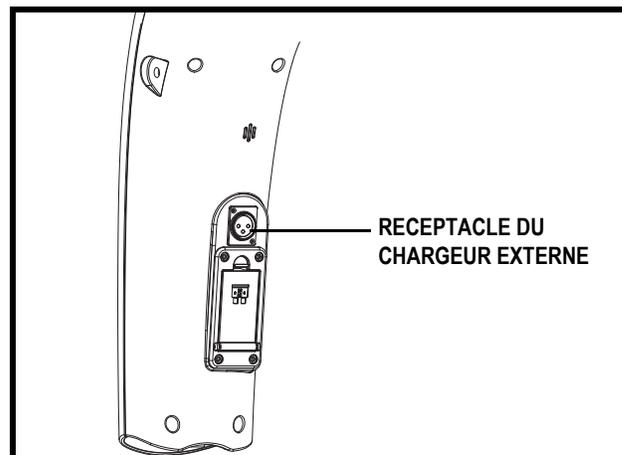

Figure 5. Réceptacle du chargeur externe (Monté sur le guidon)
Pour charger les batteries, le cordon du chargeur doit être branché dans ce réceptacle. Le réceptacle est situé sur le guidon. **Voir la figure 5.**
4. Branchez la prise 3-branches du cordon du chargeur dans le réceptacle. **Voir les figures 5 et 10.**